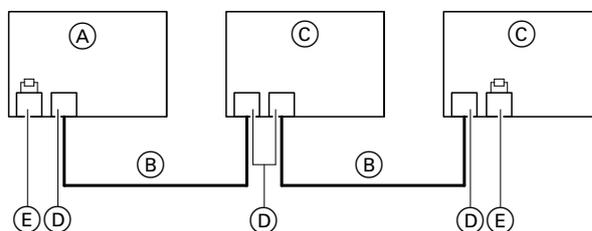

Fig. 48
- El BUS CAN de los equipos ha sido diseñado para la topología del BUS "Línea" con resistencia terminal a ambos lados: Consultar Fig. 48.